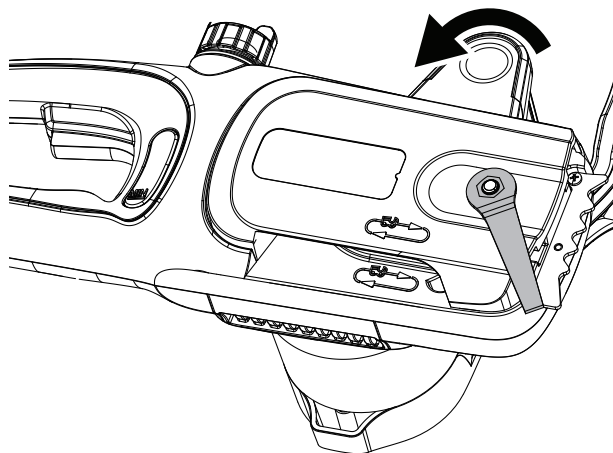

Fig. 19
2. Use una llave hexagonal para girar el tornillo de la sierra en sentido antihorario (Fig. 19) para retirar la cubierta del cuerpo de la sierra.